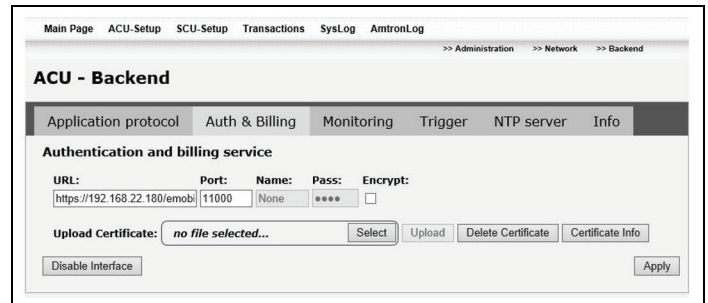

Рис. 6: Интерфейс авторизации (Auth & Billing) выключить
2. Деактивируйте интерфейс для авторизации, например, с помощью экранной кнопки „Disable Interface“ ("Выключение интерфейса") (см. Рис. 6).